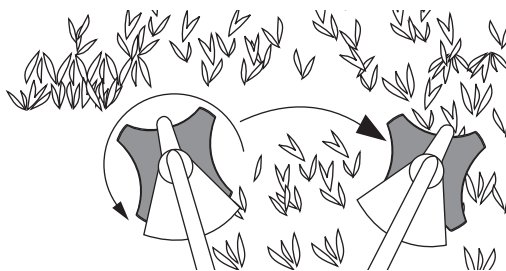

Fig. 22
AVERTISSEMENT: évitez tout démarrage accidentel. Tenez-vous en position de démarrage lorsque vous tirez sur la corde de démarrage (Fig. 22). L'opérateur et l'appareil doivent tous deux être en position stable pour éviter des blessures graves.
- Balancez l'appareil de gauche à droite tout en pénétrant dans la zone à couper (Fig. 22).